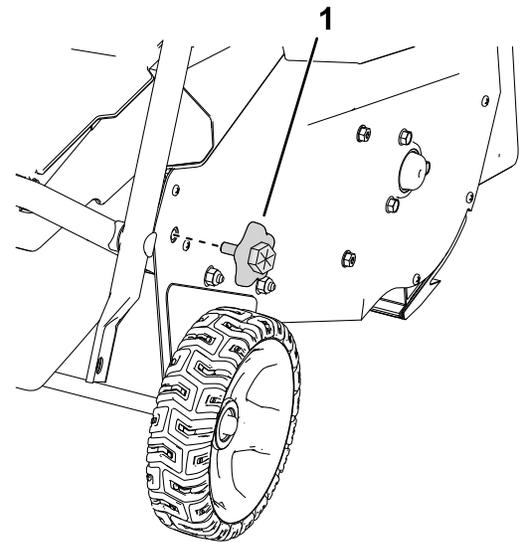

Figura 4
4. Rimuovete le manopole della stegola inferiore da entrambi i lati della macchina (Figura 4).